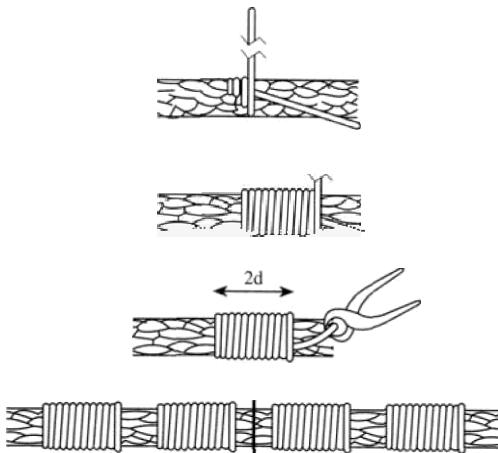

Fig.10
- 3.12 – Tenha particular cuidado com as instruções do fabricante sempre que seja necessário cortar o cabo. Aplique falcações em ambos os lados da marca de corte. A Fig. 10 demonstra um método típico de aplicação de falcaça num cabo antigiratório.
Uma falçaça em cada lado do corte é normalmente suficiente para cabos preformados. Para cabos não-preformados, antigiratório, multi-cordões e de camada simples com alma paralela (Ex. DSC) recomenda-se dois conjuntos de falçaça de cada lado do corte. (Ver fig. 10.)
Manuseie o cabo de acordo com as instruções dadas na sec. 3. Faça a falcaça do cabo usando o método indicado na fig. 10. e aplique uma abraçadeira ou um cerra-cabos o mais junto possível da marca de corte. Não usar solda para segurar os cortes.